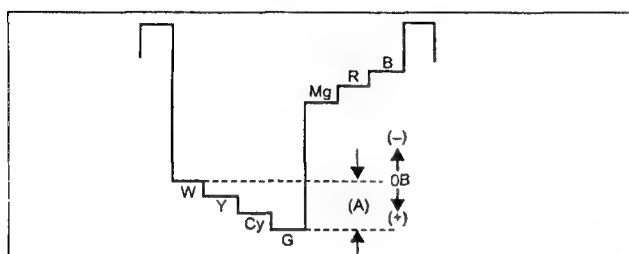

Рис. 2.3
- кнопками +/- регулируют значение переменной PAL COLOR, при этом устанавливают размах сигнала между уровнями W и G, равный 12 В (рис. 2.3);
- кнопками +/- регулируют значение переменной SECAM COLOR, при этом устанавливают размах сигнала между уровнями W и G равный 8 В (рис. 2.3);
- кнопками +/- регулируют значение переменной NTCS 3.58 COLOR, при этом устанавливают размах сигнала между уровнями W и G равный 11 В (рис. 2.3).